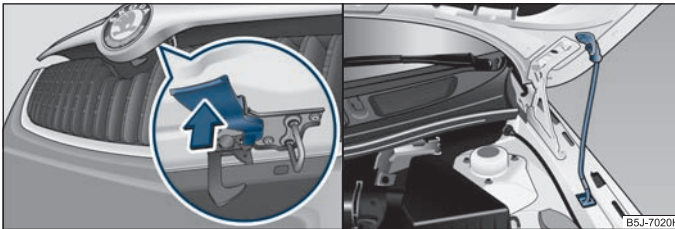

Abb. 136 Kühlergrill: Sicherungshebel / Sicherung der Motorraumklappe mit der Klappenstütze
- Ziehen Sie den Sicherungshebel ⇒ Abb. 136, die Motorraumklappe wird entriegelt.
- Nehmen Sie die Klappenstütze aus der Halterung und setzen Sie die Klappenstütze in die dafür vorgesehene Öffnung ⇒ Abb. 136 rechts.